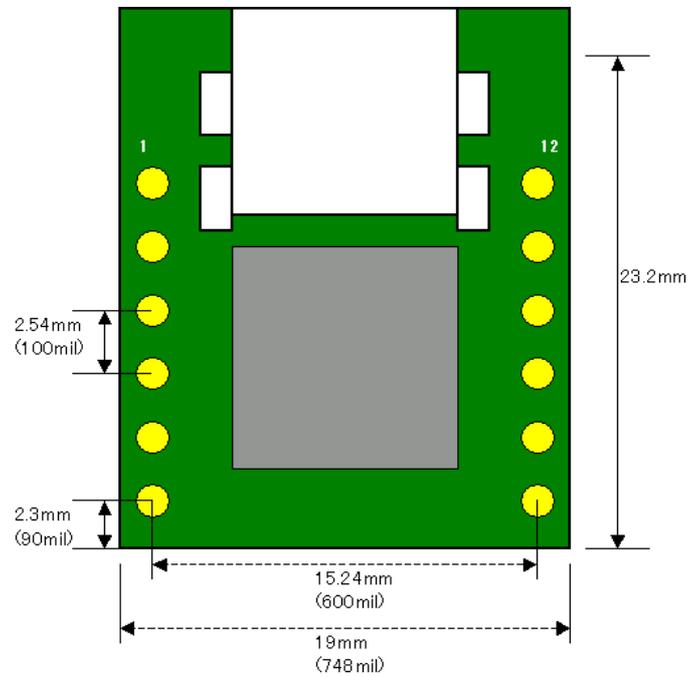
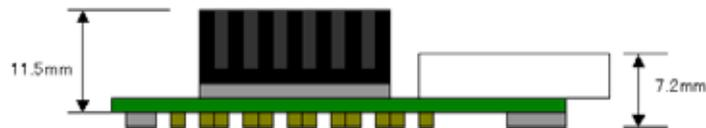

図19 *SmartJTAG*の外形寸法図(上面)
図20 *SmartJTAG*の外形寸法図(側面)
*SmartJTAG*の外形寸法を、図19、図20に示します。